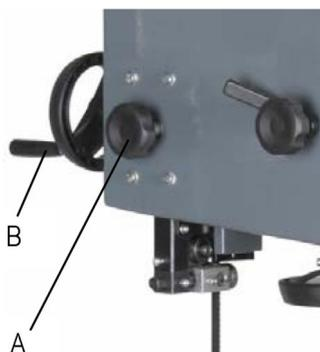

Abb. 10: Verstellen der Sägebandführung
Schritt 1: Lösen Sie die Klemmschraube (Abb. 10; A).
Schritt 2: Stellen Sie die optimale Höhe durch Drehen am Handrad (Abb. 10; B) ein.
Schritt 3: Klemmen Sie die Sägebandführung durch die Klemmschraube (Abb. 10; A) wieder.